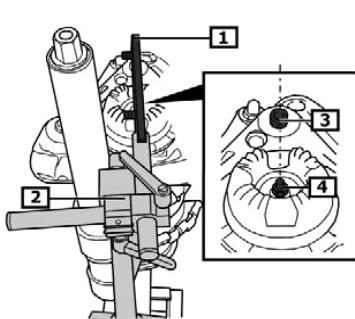

Fig. 5:
- **Fig. 5** Federbein mit Federspanner in die Federbeinaufnahme (2) einsetzen.
- **Fig. 5** Obere Federbeinbefestigung (3) und Kolbenstangenmutter (4) müssen mit dem Ausrichtarm fluchten. Kolbenstangenmutter mit 50 Nm festschrauben.
- **Fig. 5** Position suspension strut with the spring tensioner in the suspension strut mount (2).
- **Fig. 5** The upper suspension strut attachment (3) and the piston rod nut (4) must be aligned with the alignment arm. Tighten the piston rod nut to 50 Nm.
- **Fig. 5** Insérer la jambe de force avec le monte ressort dans le support de jambe de force (2).
- **Fig. 5** La fixation supérieure de jambe de force (3) et l'écrou de tige de piston (4) doivent être dans l'axe du bras d'alignement. Visser solidement les écrous de tige de piston avec un couple de 50 Nm.
- **Fig. 5** Colocar el amortiguador junto con el tensor de muelle en el alojamiento del amortiguador (2).
- **Fig. 5** La sujeción superior del amortiguador (3) y la tuerca del eje del amortiguador (4) deben estar alineadas con el brazo enderezador. Apretar la tuerca del eje del amortiguador con un par de 50 Nm.